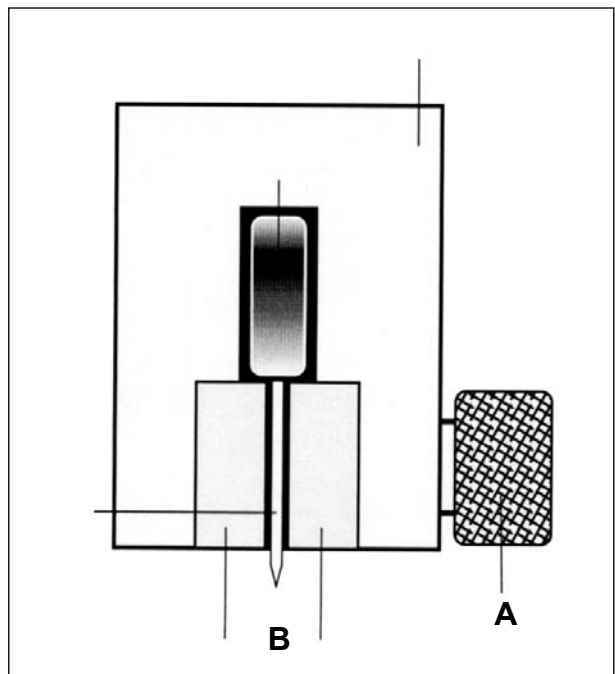

FIG. 4
- Desserrer les 2 vis (A,fig 4).
- Régler de 0.3 à 0.5mm entre le ruban et les patins.(B,fig 4).
- Resserrer les vis (A,fig 4).